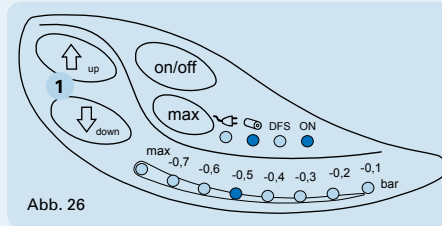

Abb. 26
2. Stellen Sie über die Pfeiltasten (Abb. 26(1)) Ihr gewünschtes Vakuum ein. Beim späteren Ausschalten wird der zuletzt eingestellte Wert gespeichert.